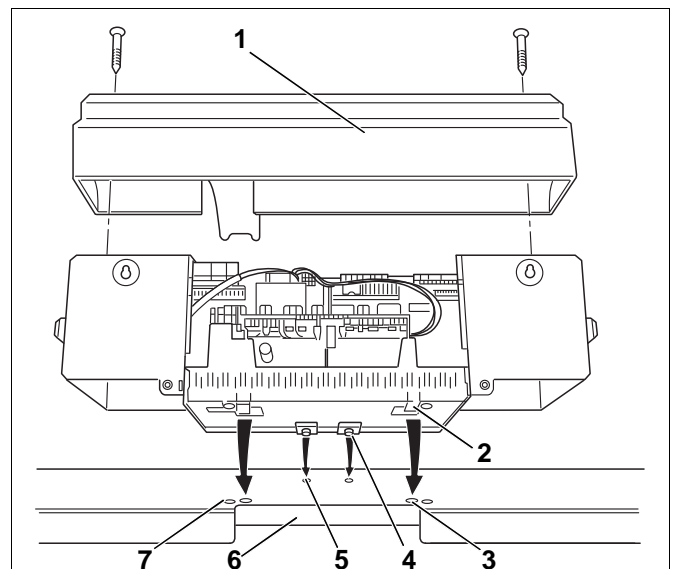

Рис. 17 Установка системы управления
На рис. 17 изображена система управления с передней крышкой (рис. 17, **поз. 1**), вид сзади.
- Выверните два винта на крышке (рис. 17, **поз. 1**). Снимите крышку вверх.
- Установите систему управления спереди задвижными крюками (рис. 17, **поз. 4**) в овальные отверстия на передней крышке котла (рис. 17, **поз. 5**).
- Сдвиньте систему управления вперед и затем откиньте назад. Упругие крюки (рис. 17, **поз. 2**) должны войти сзади в прямоугольные отверстия передней крышки котла (рис. 17, **поз. 3**).
- Закрепите цоколь системы управления слева и справа от кабельного прохода (рис. 17, **поз. 6**) к передней крышке котла двумя саморезами (рис. 17, **поз. 7**).
- Установите крышку (рис. 17, стр. 23) на систему управления.
- Закрепите крышку системы управления винтами (рис. 17, стр. 23).